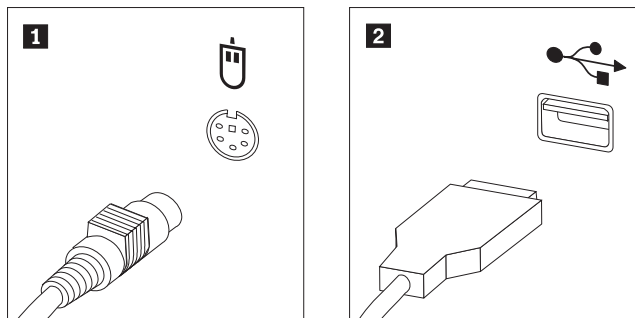

Figura 44. Conectores de ratón, estándar y USB
3. Localice el conector del ratón. Consulte el apartado Figura 44.